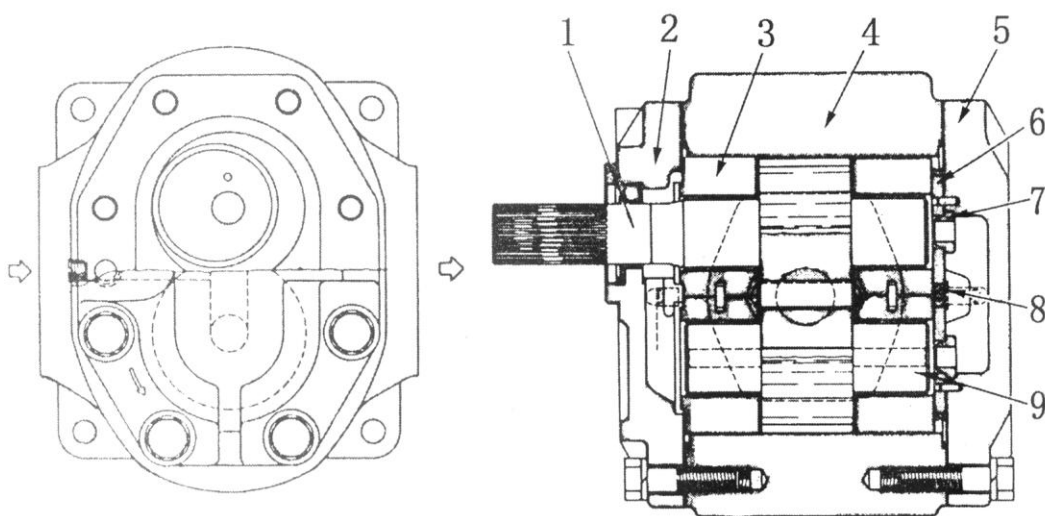

Рис. 5-58.
(1) Шестеренный насос (Рис. 5-58)